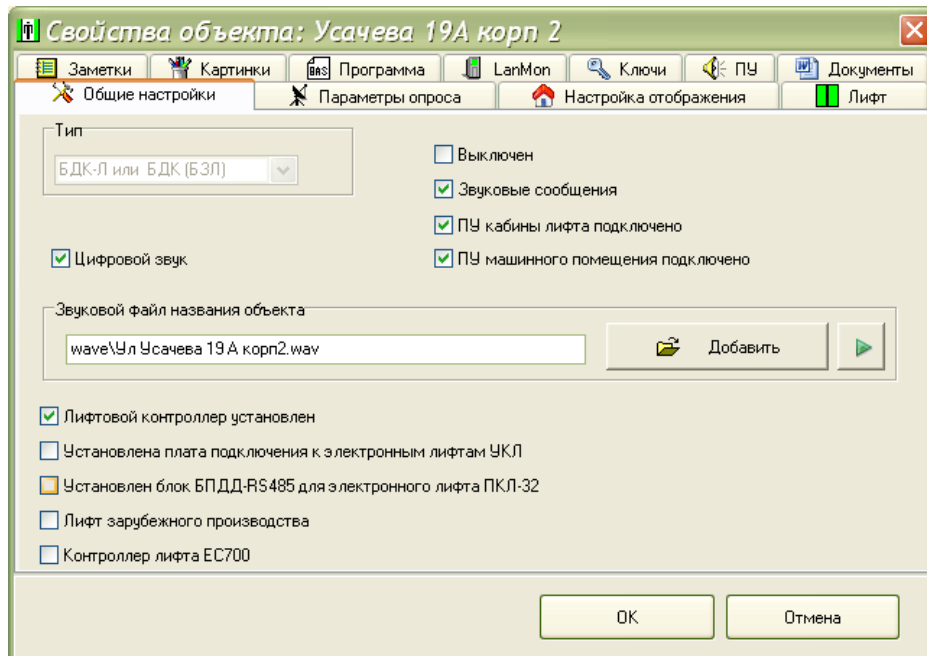

Рисунок 7
8) На вкладке «Общие настройки» установить «галочки» для включения режима цифрового звука, разрешения выдачи звуковых (голосовых) сообщений об изменении состояния БДК-Л, признака подключения переговорных устройств кабины лифта и машинного помещения, признака наличия в блоке лифтового контроллера КЛН (рисунок 7). Задать wav-файл озвучивания названия объекта, соответствующий адресу расположения лифта.